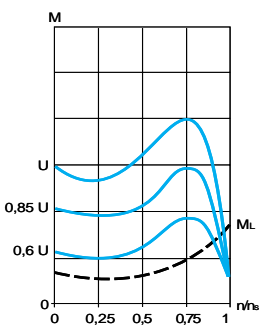

Abb. 2
- Abb. 2 zeigt die Moment/Drehzahl-Kennlinie eines Käfigläufermotors in Abhängigkeit von der Versorgungsspannung.